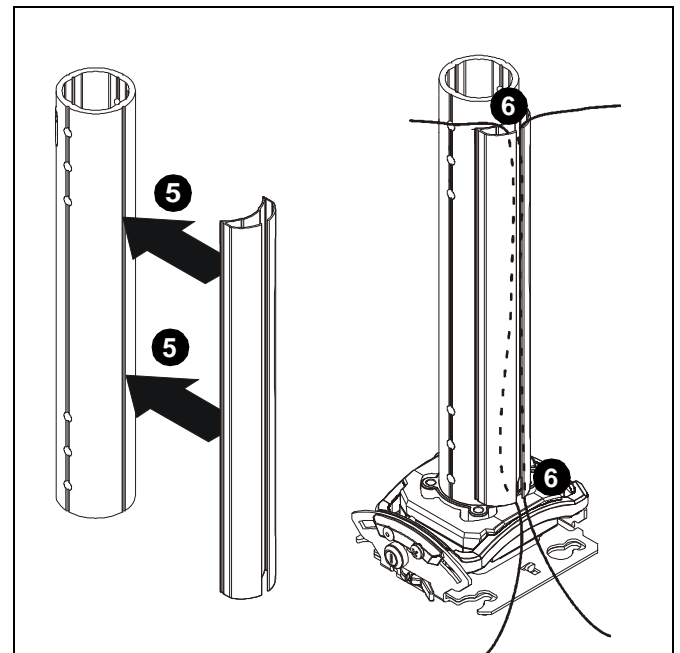

Figure 1
3. Installez et fixez le support (non inclus) à l'extrémité inférieure de la colonne d'extension (A) en suivant les instructions incluses avec le support.
4. Retirez l'adhésif situé à l'arrière du protège-câble (B).
5. Placez le protège-câble (B) sur la colonne (A) à l'emplacement souhaité. (voir la Figure 1)
**REMARQUE** : Le protège-câble (B) peut être coupé en plus petits morceaux si nécessaire. Utilisez un couteau à lame escamotable pour couper le protège-câble et placez les morceaux aux emplacements souhaités sur la colonne.
6. Acheminez les câbles comme souhaité à travers le protège-câble (B). (voir la Figure 1)